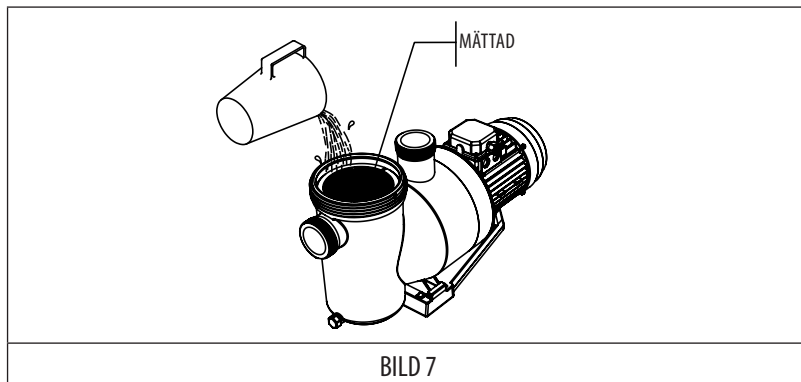

BILD 7
- Pumpen är självsugande, men det är obligatoriskt att fylla förfiltret med vatten innan den startas för första gången för att underlätta proceduren. (BILD 7).